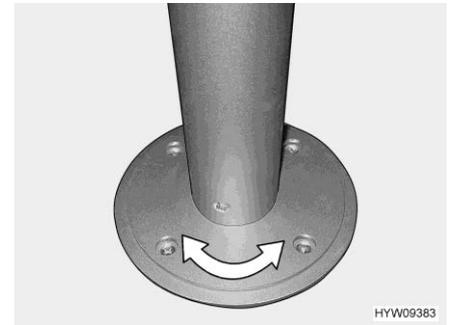

Fig. 133 Base de pedestal (giratoria) (según modelo)
- Girar el tablero de la mesa a la posición deseada. Para ello, se requerirá un poco de esfuerzo ya que el tablero de la mesa gira contra la resistencia por fricción en la base de pedestal (Fig. 133).